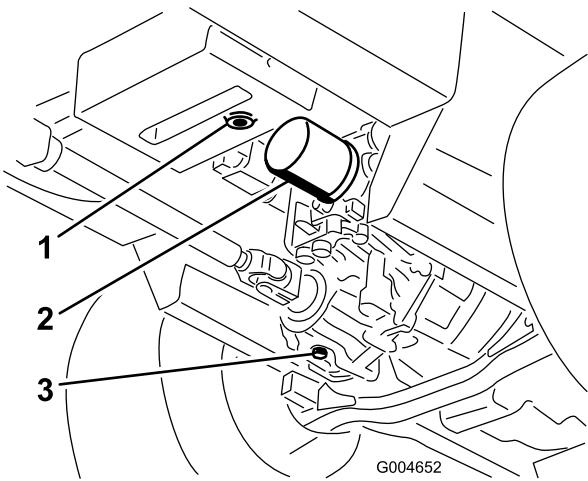

Figura 64
3. Coloque um recipiente grande sob o reservatório hidráulico e cárter da transmissão e retire os bujões, drenando todo o fluido hidráulico (Figura 64).
4. Limpe a zona em redor do filtro de óleo hidráulico e retire-o (Figura 64).